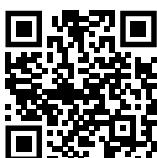

Fig. 108
- Відкрити Liebherr SmartMonitoring Dashboard. (див. Fig. 108)